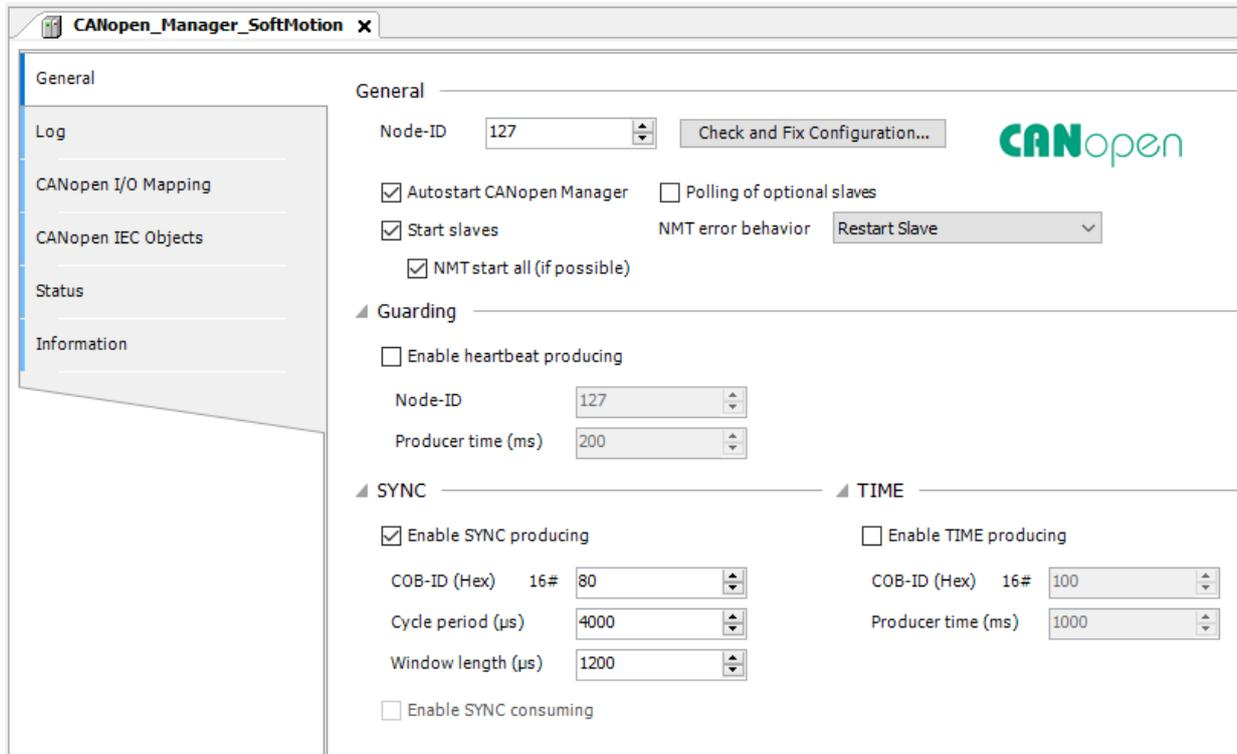

Figura 6.8: Configuración estándar CANopen Manager SoftMotion.
- Abra las configuraciones del objeto **CANopen Manager SoftMotion**, en la pestaña **General**, configure las opciones de la página conforme la Figura 6.8.